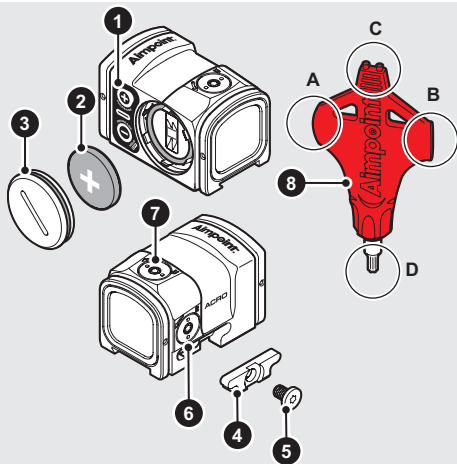

Abb. 1 Überblick
- c Die Batterie (2) mit der Plusseite (+) zum Batteriedeckel (3) hin einsetzen, wie in Abb. 1 zu sehen ist.